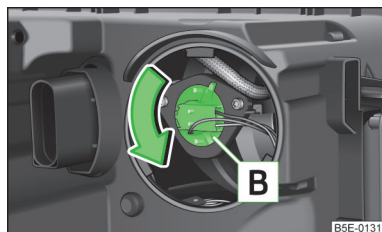

Fig. 224
- Girare lo zoccolo  » fig. 224 fino all'arresto in direzione della freccia e quindi estrarlo.